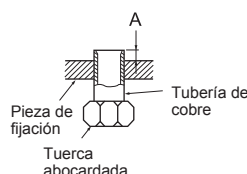

Fig. 5
- Inserte la manguera de drenaje hasta llegar a la base del depósito de drenaje (conexión de la tubería). (Fig. 5)